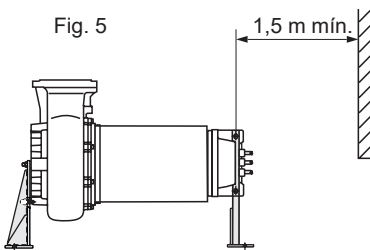

Fig. 5
- 2 - Electrobomba disposta com eixo rotor na horizontal, sobre suportes próprios e boca de saída virada para cima (fig.5). Coloque a bomba na posição vertical. Desmonte a alça e volte a instalá-la na outra posição. Eleve a bomba e monte a flange do lado da parte hidráulica com os 3 parafusos fornecidos. Desça a bomba até a mesma ficar apoiada no chão. Desmonte a alça. Monte a flange do lado do motor utilizando os mesmos parafusos empregados para a fixação da alça. Aperte o parafuso fornecido num dos 2 orifícios livres da flange do lado do motor: fixe-o primeiro num orifício e tente elevar a máquina para verificar qual dos dois orifícios utilizar para deitar a electrobomba; se for necessário, utilize o outro orifício. Mantenha a bomba no centro de gravidade com o aparelho diferencial. Para movimentar a electrobomba quando a mesma se encontra na posição horizontal, utilize um orifício livre da flange do lado do motor e o olhal de suspensão fixado na boca de saída. Durante as operações com o aparelho diferencial, permaneça pelo menos 1,5 m afastado da máquina.